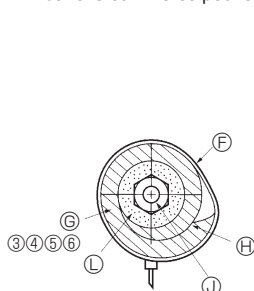
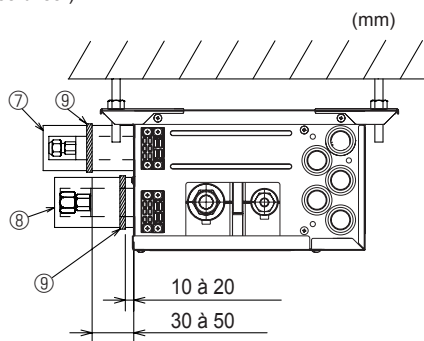

Fig. 7-3
Fig. 7-4
- (1) Retirer les écrous évasés et les capuchons du boîtier de dérivation.
- (2) Evaser les extrémités des tuyaux de liquide et de gaz et appliquer de l'huile réfrigérante (à acheter localement) sur la surface évasée. N'appliquez pas d'huile sur la partie filetée.
- (3) Raccorder immédiatement les tuyaux de réfrigérant. Serrez toujours les écrous évasés jusqu'au couple spécifié dans le tableau 2 à l'aide d'une clé dynamométrique et d'une double clé à molette.
- (4) Appuyer les cache-tuyaux ③ et ⑤ des tuyaux de liquide contre l'appareil et les enrouler pour les maintenir en place. (Fig. 7-3)
- (5) Appuyer les cache-tuyaux ④ et ⑥ des tuyaux de gaz contre l'appareil et les enrouler pour les maintenir en place. (Fig. 7-3)
- (6) Fixer les sangles fournies ⑨ à 10 à 20 mm de chaque extrémité des cache-tuyaux (③ ④ ⑤ ⑥).
- (7) Si l'unité intérieure n'est pas raccordée, raccordez les cache-tuyaux (avec les bouchons, ⑦ et ⑧) sur les branchements des tuyaux de réfrigérant du boîtier de dérivation contre l'unité afin d'éviter un écoulement de condensation des tuyaux. (Fig. 7-4)
- (8) Fixer les cache-tuyaux (⑦ ⑧) à l'aide des sangles fournies ⑨.
- Ⓣ Sangle ⑨
- ⓖ Cache-tuyaux ③ ④ ⑤ ⑥
► Appliquer les procédures suivantes aux composants du boîtier de dérivation qui ne sont pas raccordés à un appareil intérieur. (Fig. 7-4)
- (1) Afin d'éviter toute fuite de réfrigérant, veiller à serrer les raccords coniques conformément aux couples de serrage indiqués\* dans le Tableau 3.